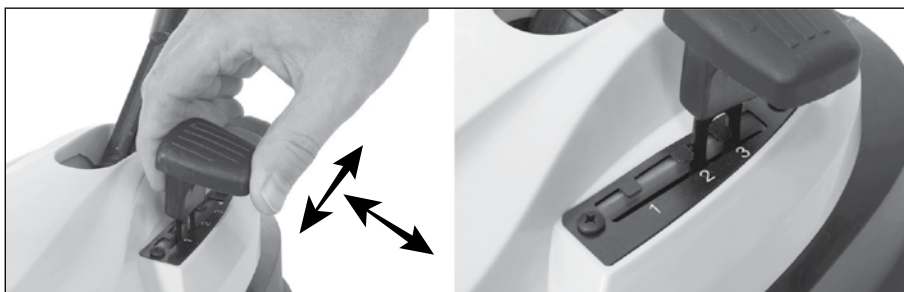

Рис. 8
3. Установите необходимый уровень высоты скашивания для начала работы. Для этого оттяните рычаг и установите его на нужный вам уровень кошения (рис. 8).